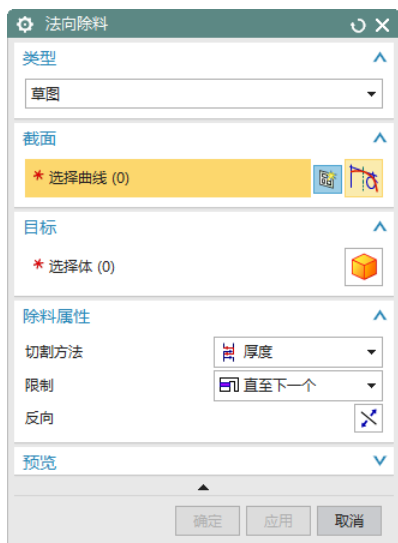

图 6-43 “法向除料”对话框
(1) 选择“菜单(M)”→“插入(S)”→“切割(T)”→“法向除料(N)”，或者单击“主页”选项卡“特征”面组上的“法向除料”按钮，打开如图 6-43 所示的“法向除料”对